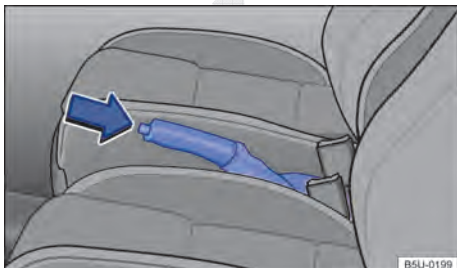

Fig. 112 Entre os bancos dianteiros: freio de estacionamento.
- Puxar a alavanca do freio de estacionamento um pouco para cima e pressionar a tecla de bloqueio ⇒ Fig. 112 (seta).